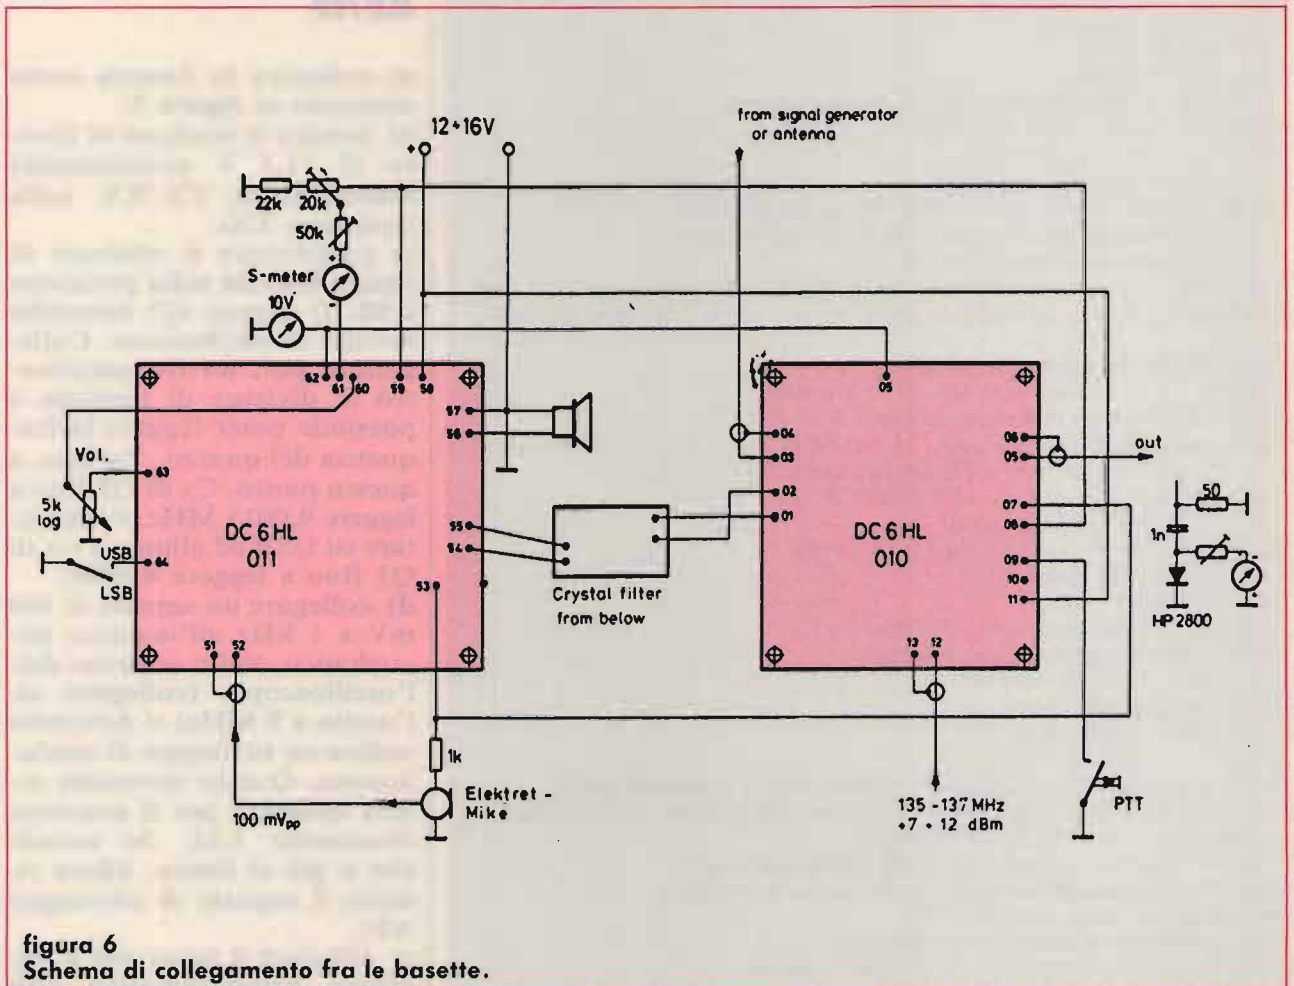

figura 6
- a) collegare entrambe le basette come mostrato in figura 6;